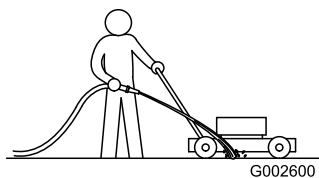

Figura 30
- Collocate il tosaerba su una superficie piana pavimentata, con il motore acceso, e spruzzate un getto d'acqua davanti alla ruota **destra** posteriore (Figura 30).